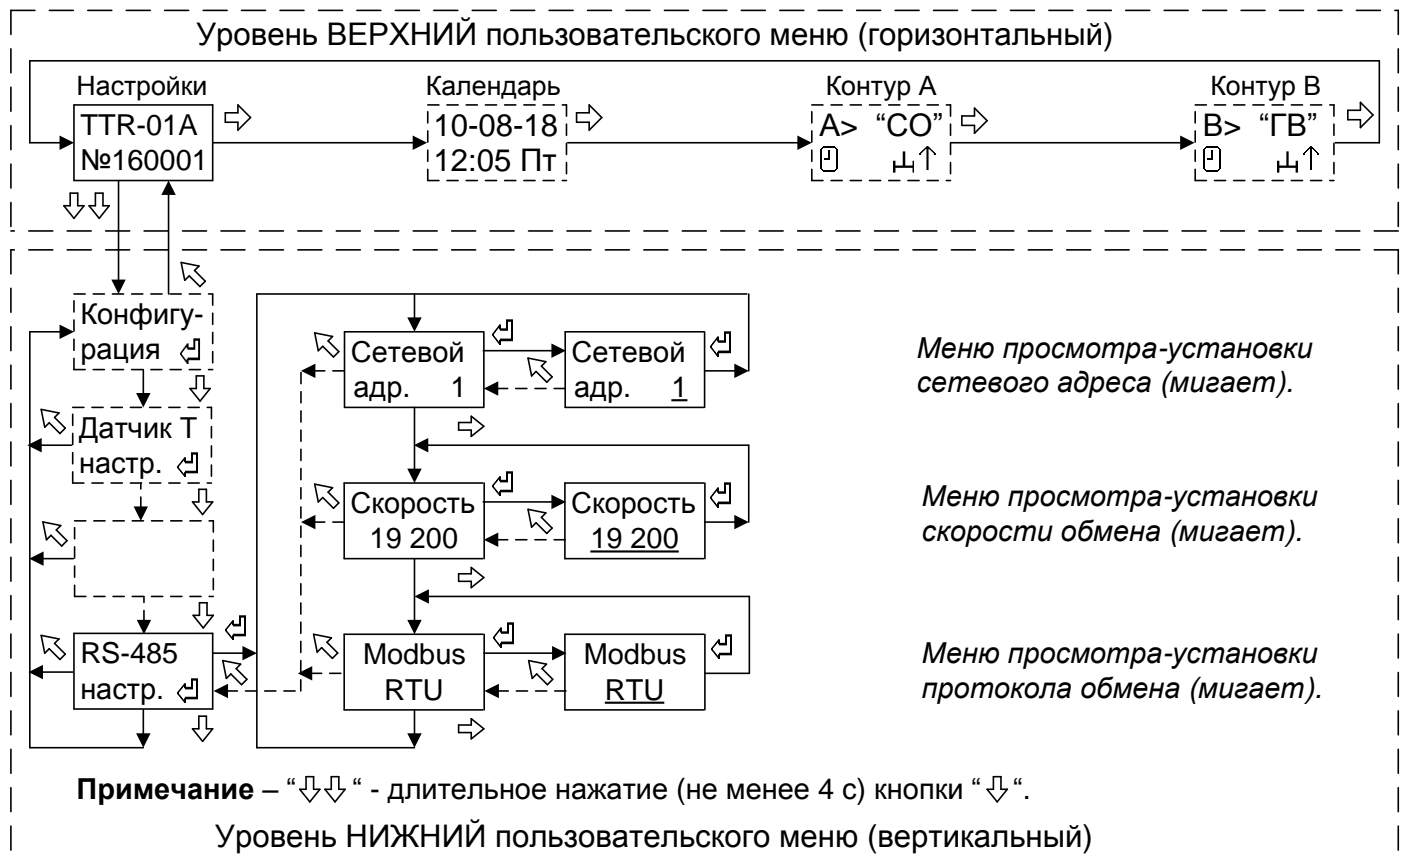

Рисунок 10 - Структура меню настройки сетевых параметров
7.7.1 При подготовке TTR к работе в сети интерфейса RS485 следует проверить и при необходимости установить сетевые настройки – адрес в сети, скорость и протокол обмена. Для этого необходимо войти в меню «RS-485 настр.» (см. рисунок 10).